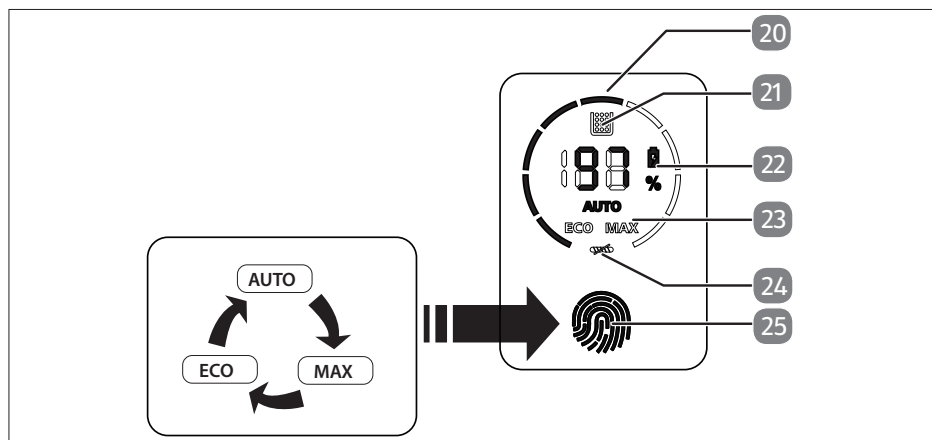

Fig. 2 – Elementos de control
- ▶ Encienda la aspiradora manteniendo pulsado el interruptor de encendido/apagado (26). Bloquee el interruptor de encendido/apagado pulsando la tecla de bloqueo (27).
- ▶ Toque el panel de mando (25) para ajustar el modo de funcionamiento **Auto**, **Max** o **Eco**. La potencia del motor correspondiente se muestra en la pantalla (20) (véase Fig. 2).